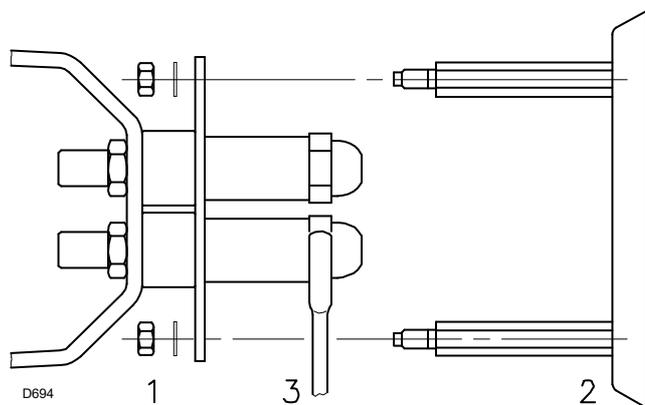

Fig. 11
- Togliere i dadi 1)(Fig. 11) ed il disco 2)
- Sostituire l'ugello con la chiave 3)(Fig. 11).